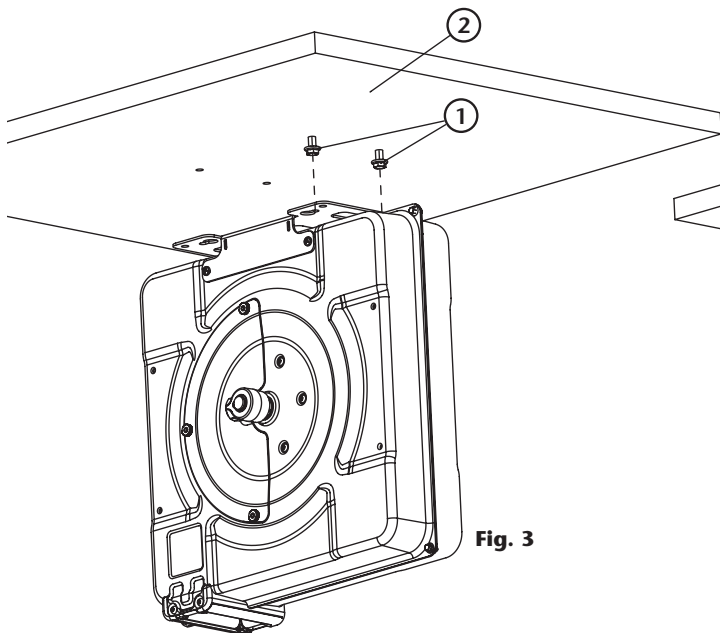

Fig. 3
2. Pour installer l'enrouleur sur la surface de montage (2) (fig. 3), il est recommandé d'insérer d'abord 2 vis M10 (1) (fig. 3) dans la surface de montage, en laissant dépasser les têtes des vis sur lesquelles l'enrouleur sera accroché.